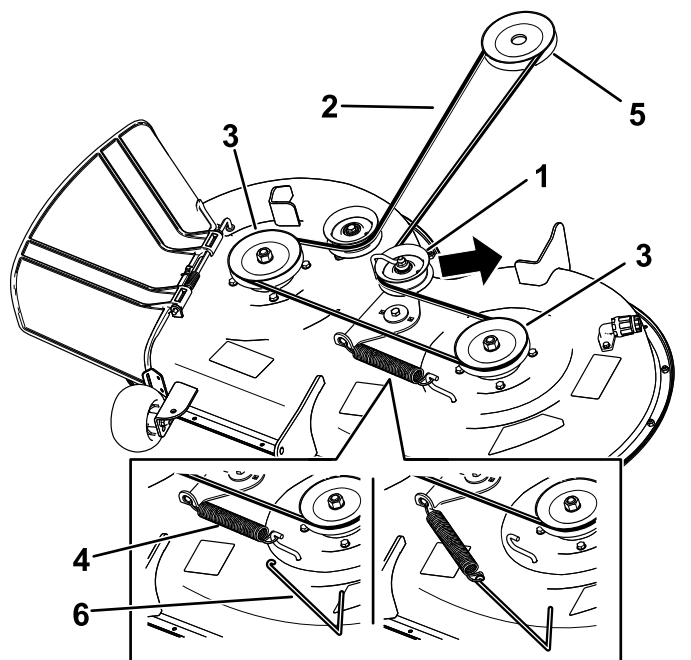

Bild 59
7. Entfernen Sie die Spanscheibenfeder mit einem Werkzeug zur Federentfernung (Toro Bestellnummer 92-5771) vom Mähwerkshaken, um die Spannung von der Spanscheibe zu nehmen, und rollen Sie den Riemen von den Spanscheiben (**Bild 59**).
- Verlegen Sie den neuen Riemen um die Motor- und Mähwerkriemenscheiben (Bild 59).
- Setzen Sie die Spannscheibenfeder mit einem Werkzeug zur Federentfernung (Toro Bestellnummer 92-5771) auf den Mähwerkhebel, um die Spannscheibe und den Mähwerkriemen zu spannen (Bild 59).